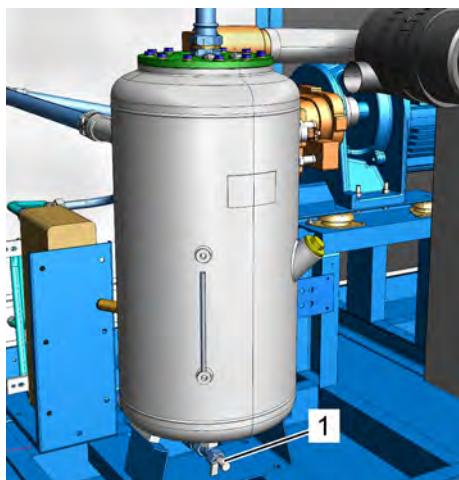

Рис. 44: Водосток
7. ▶ Откройте водосток (Рис. 44/1).
- 13.** ► Закройте водосток (Рис. 44/1).